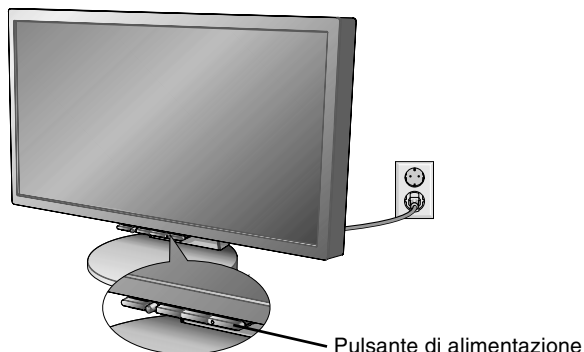

Figura E.1
14. Collegare il cavo di alimentazione alla presa di alimentazione (**figura E.1**).
15. Accendere il monitor con il pulsante di alimentazione frontale e il computer (**Figura E.1**).